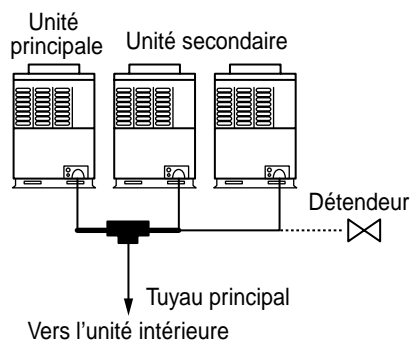

Figure 2
- 2) Comme indiqué par un trait gras sur la figure ci-dessous, le raccord d'embranchement en T, vendu séparément, peut toutefois être utilisé pour raccorder les tuyaux au tuyau principal. (Figure 2)